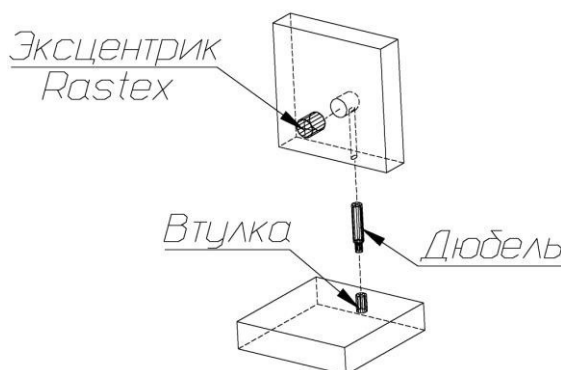

Рис. 1
1. В подзеркальный щит (73) в имеющиеся отверстия установить эксцентрики таким образом, чтобы стрелка была повернута в сторону отверстия в торце.
2. В установленные муфты эксцентриковых стяжек на планках (71), (72) ввернуть дюбели (рис.1).
3. Присоединить планки (71) и (72) к подзеркальному щиту (73) так, чтобы дюбели на планках вошли в предназначенные для них отверстия в подзеркальном щите. Затянуть эксцентрики, повернув их на 180 градусов (схема сборки).